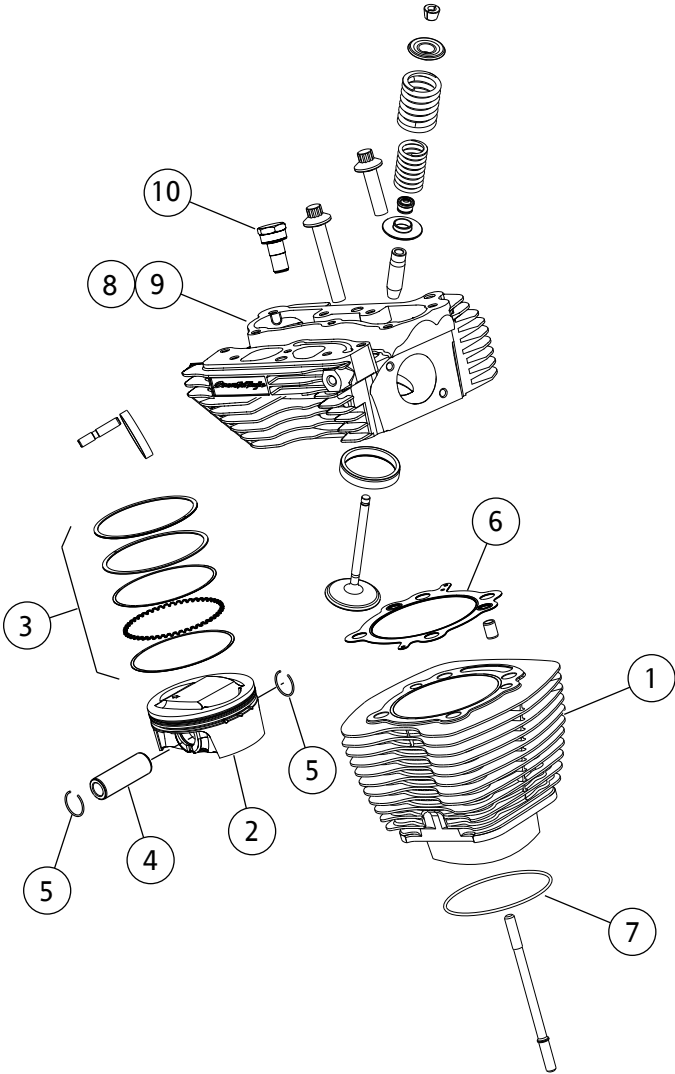
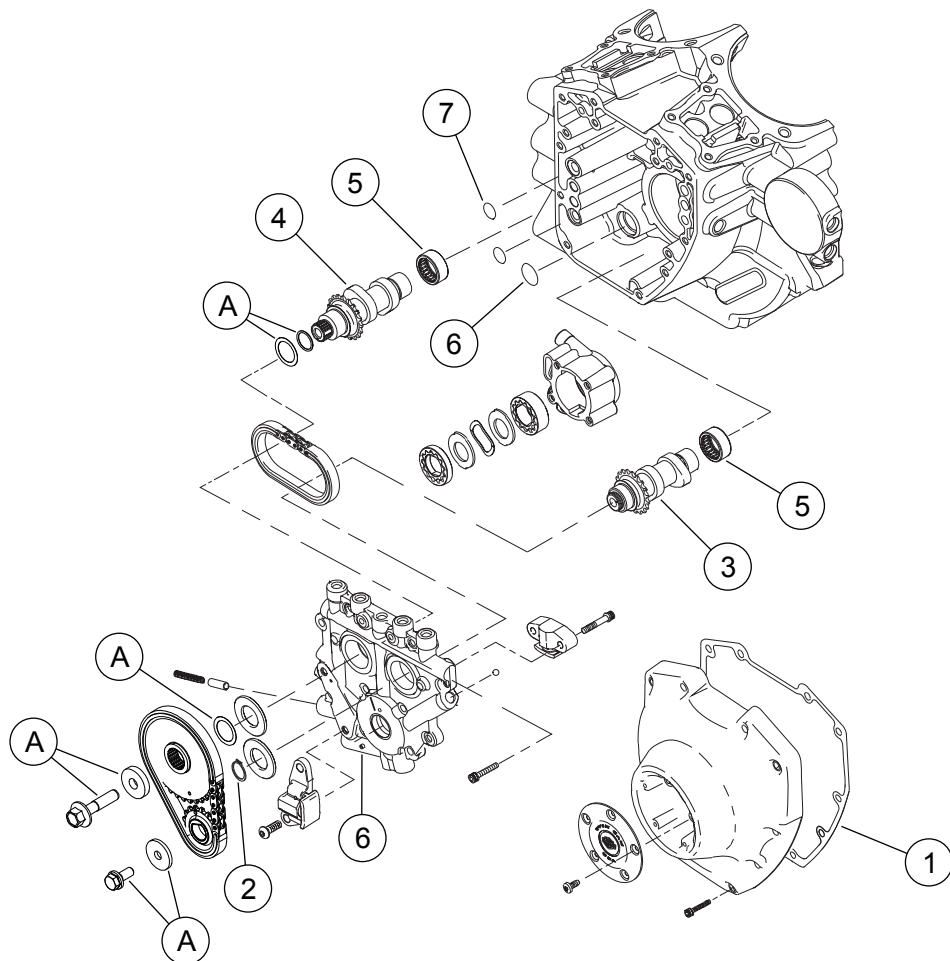

图1。维修零件：Screamin' Eagle Pro TC(96立方英寸至103立方英寸)Stage 4套件
图3。维修零件：Screamin' Eagle Pro TC(96立方英寸至103立方英寸)Stage 4套件
参见图1至图3以及表1至表3。
1. 参见图3。检查凸轮轴滚针轴承 (7)，必要时更换。
2. 参见图1至图3。使用套件中的零件，将凸轮组装至凸轮盘、高性能汽缸头和发动机顶端部件。参阅维修手册中相应的“发动机”章节。